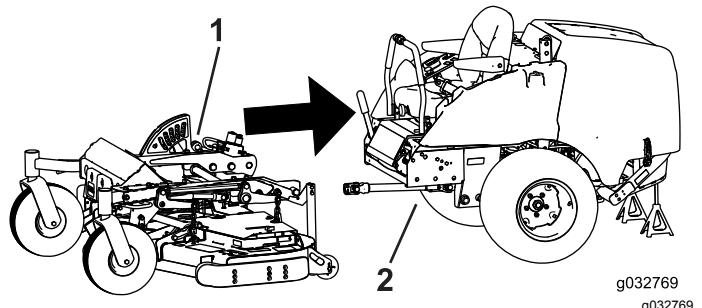

図 119
1. 夏用フレームをマシンに整列させ、バックさせて突き合わせる図 119。